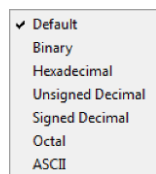

Figura 58.- Base de numeración de las trazas.
- *Radix*. Permite especificar el formato numérico (Figura 58) con el que se muestran los valores que toma la señal. Sólo está disponible para los vectores. Cabe hacer una aclaración con los formatos *Unsigned Decimal* y *Signed Decinal*, los cuales se utilizan para ver los datos binarios en formato decimal sin signo (binario natural) o con signo (complemento a 2), respectivamente.